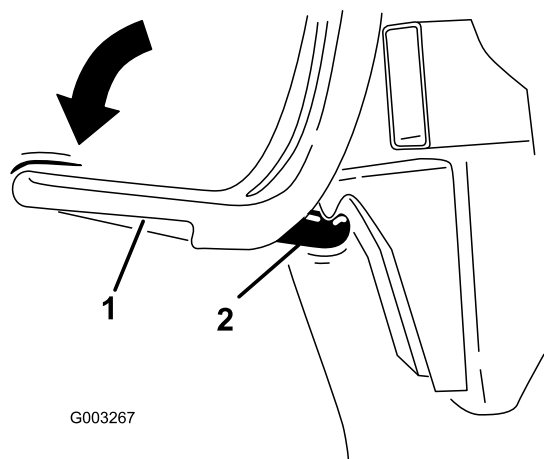

Figure 11
5. Placez le verrou du système de ramassage sous le crochet de verrouillage (Figure 11).
6. Appuyez sur le verrou du système de ramassage jusqu'à ce qu'il soit enclenché (Figure 11).